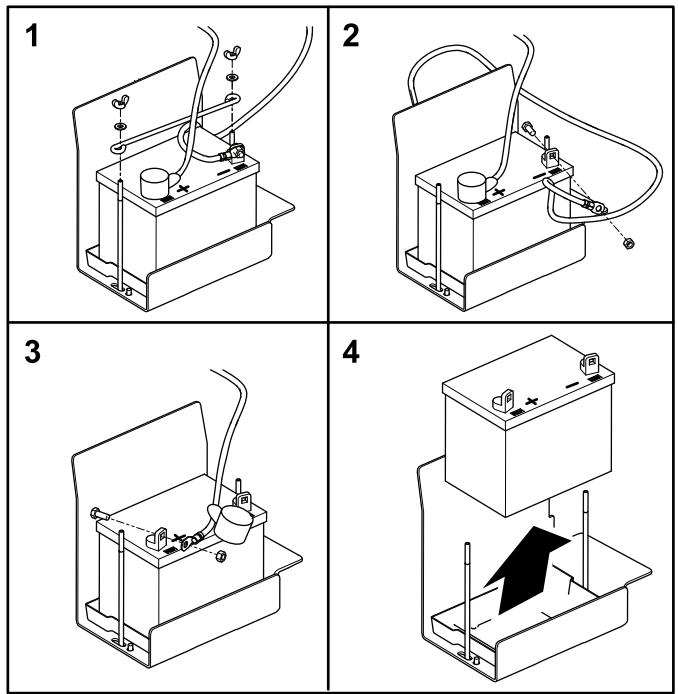

Figura 53
2. Retire as porcas de orelhas e as anilhas que fixam o suporte da bateria (Figura 53).